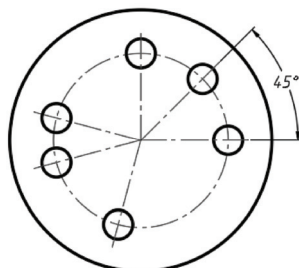

图 8-30 创建一个角度尺寸
- 2 单击“角度”按钮 ,接着在图形中依次选择水平中心线 1 和倾斜的中心线 2,然后指定标注弧线位置,如图 8-30 所示。